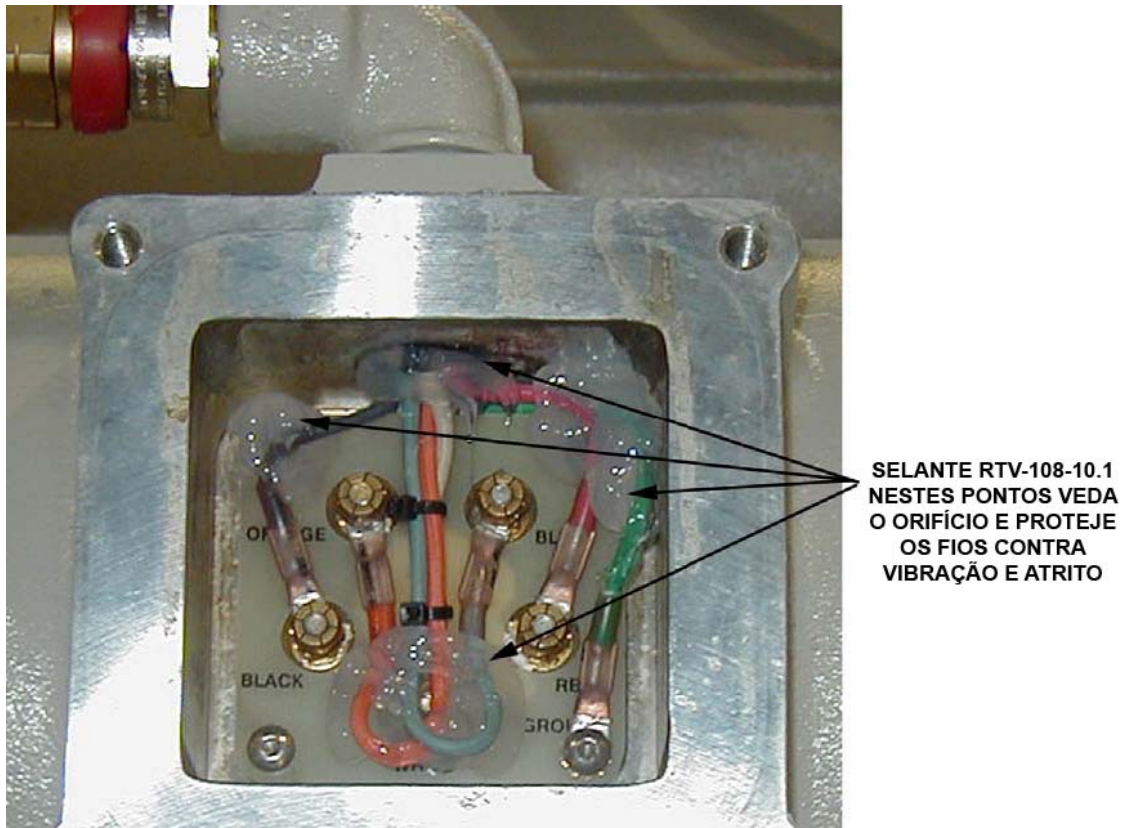

Figura 7-4 Aplicação do Selante RTV
7. Aplique selante de silicone RTV-108-10.1 às pontas (Figura 7-4) para isolamento contra vibração. Além disso, não se esqueça de preencher o furo roscado para proteção adicional contra atrito.